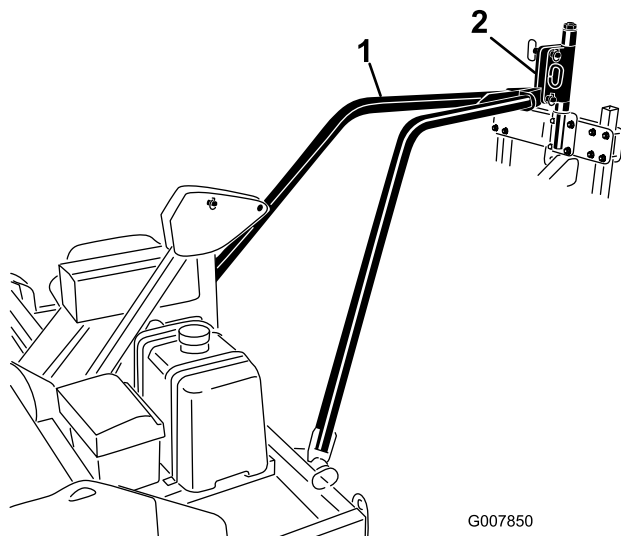

Figura 13
4. Rimuovete la fune di traino o la corda e abbassate la piastra di fissaggio del braccio di traino fino ad inserirla nel perno girevole di attacco dell'arieggiatore (Figura 13).